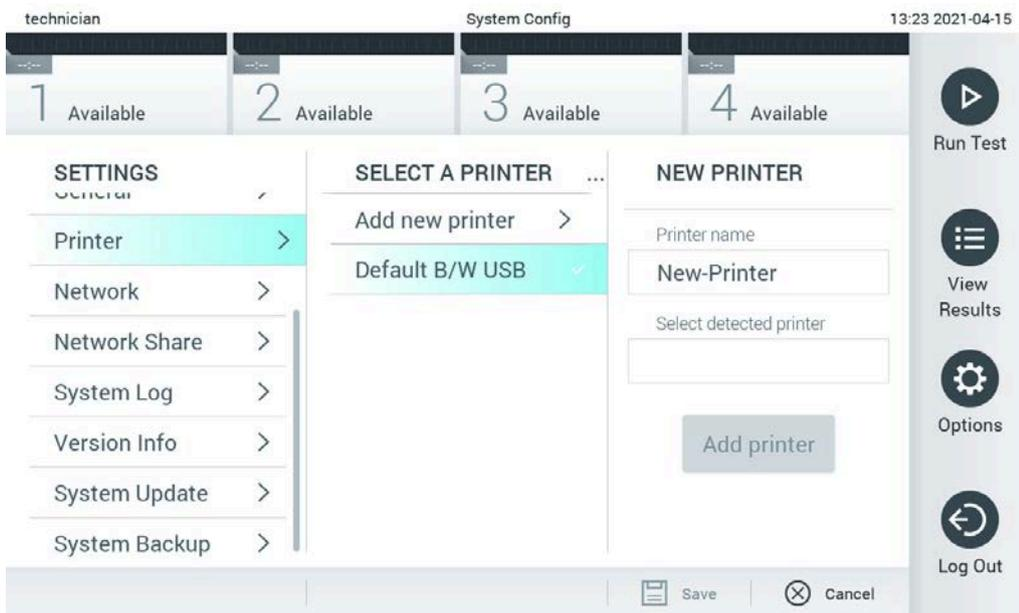

Figure 100. Installation de l'imprimante avec installation du pilote
5. Cliquez sur **Add Printer** (Ajouter une imprimante) (Figure 100).